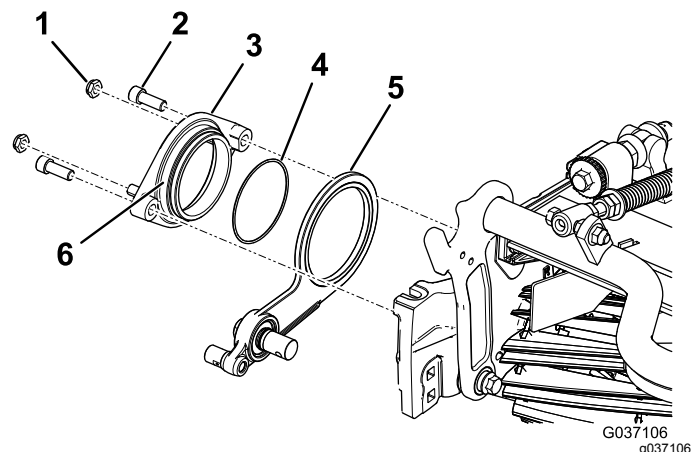

Figura 10
- Applicate un composto frenafili sul diametro esterno del gruppo del mozzo girevole (Figura 10).
- Controdado – $\frac{3}{8}$ " (2)
- Bullone a esagono incassato (2)
- Fissate il mozzo girevole sul gruppo tendicinghia al cilindro utilizzando 2 bulloni a esagono incassato (Figura 10).
- Montate, senza serrarli, i 2 dadi di bloccaggio sul mozzo girevole (Figura 10).